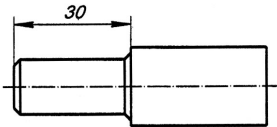

Рисунок 5.13 - Креслення вала після команди "Деформация сдвигом"
- 3) зазначте нове положення базової точки у відносних координатах (у поле deX уведіть -15, у dLY - 0), на екрані з'явиться зображення як на рис. 5.13; те ж саме проробіть із правою частиною вала;